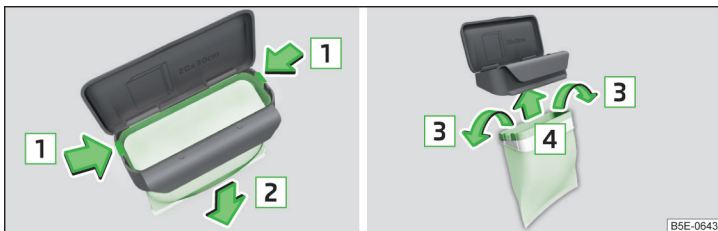

Fig. 118 Sustituir bolsa
- Presionar ambos ganchos de retención en el marco en el sentido de la flecha **1** » fig. 118.